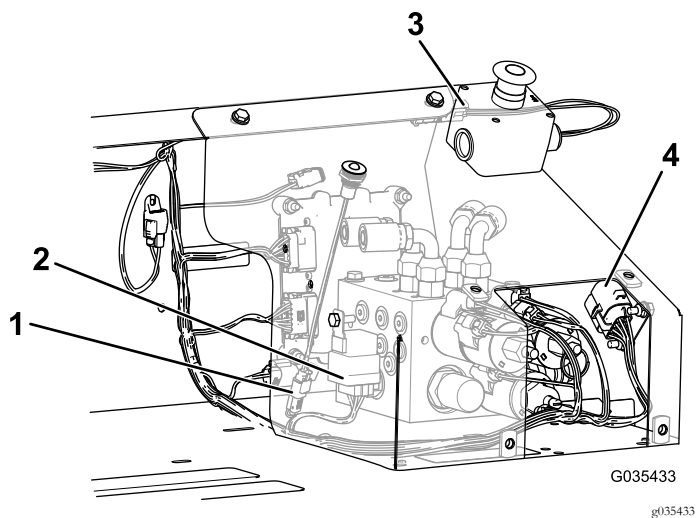

图19
- 如图19所示将电气停止按钮连接件、继电器连接件、诊断灯连接件和保险丝连接入适当的适配器。